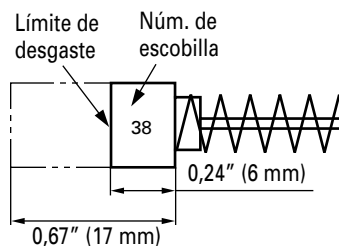

Fig. 6
4. Inspección de la escobilla (Fig. 6)
Utilice las escobillas HITACHI Núm. 38 indicadas en la Fig. 6.